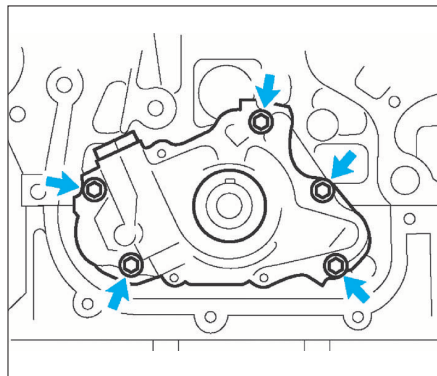

FIG. 46
- Déposer la pompe à huile (5 vis) (fig. 46).